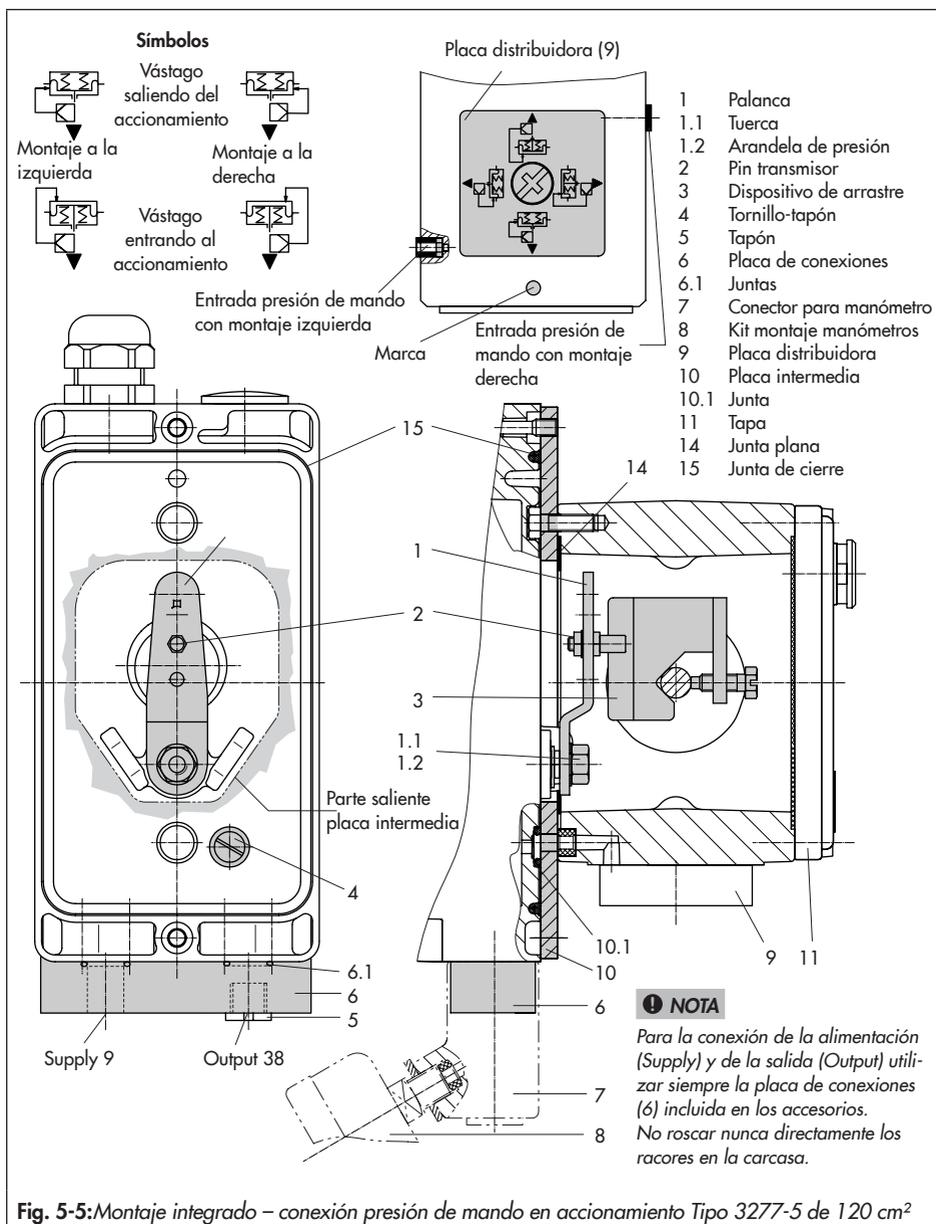

Fig. 5-5: Montaje integrado – conexión presión de mando en accionamiento Tipo 3277-5 de 120 cm2
##### **Accionamiento de 120 cm2** (ver Fig. 5-5)
4. Fijar la placa intermedia (10) con la parte saliente más estrecha (Fig. 5-5 izq.) hacia la conexión de la presión de mando, la junta plana (14) tiene que quedar del lado del puente del accionamiento.
5. **Carrera 15 mm:** el pin (2) de la palanca M (1) en la parte posterior del posicionador se deja en la posición 35 (estándar).
**Carrera 7,5 mm:** desenroscar el pin (2) colocado en la posición 35 y roscarlo en la posición 25.